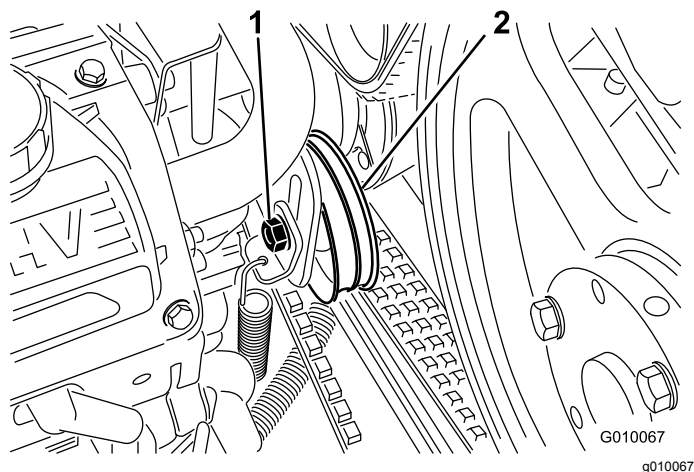

**Figura 57**
3. Togliete i due dadi di montaggio del carter della pompa e rimuovete il carter (Figura 57).